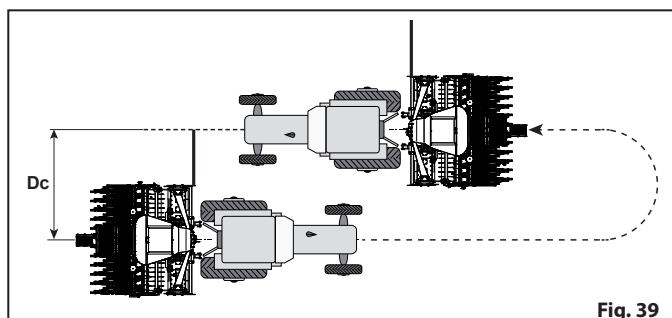

Fig. 39
**USTAWIENIE ZNACZNIKÓW PRZEJAZDÓW NA ŚRODEK MASZINY « Fig. 39 ».**